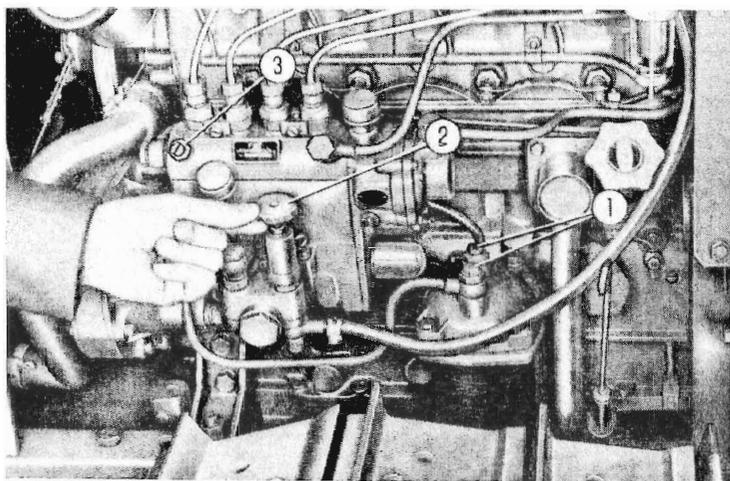

Fig. 8. - Spurgo dell'aria.
- Svitare di due giri i tappi **1** (vedi fig. 8) situati sul filtro del combustibile; svitare il pomello **2** della pompetta d'innesco e poi pompare
3. Svitare il pomello della pompetta d'innesco (2, fig. 8) e dare una ventina di pompate in modo da provocare la circolazione del combustibile nelle tubazioni (questa operazione è in particolar modo necessaria se il trattore è rimasto inattivo per lungo tempo).